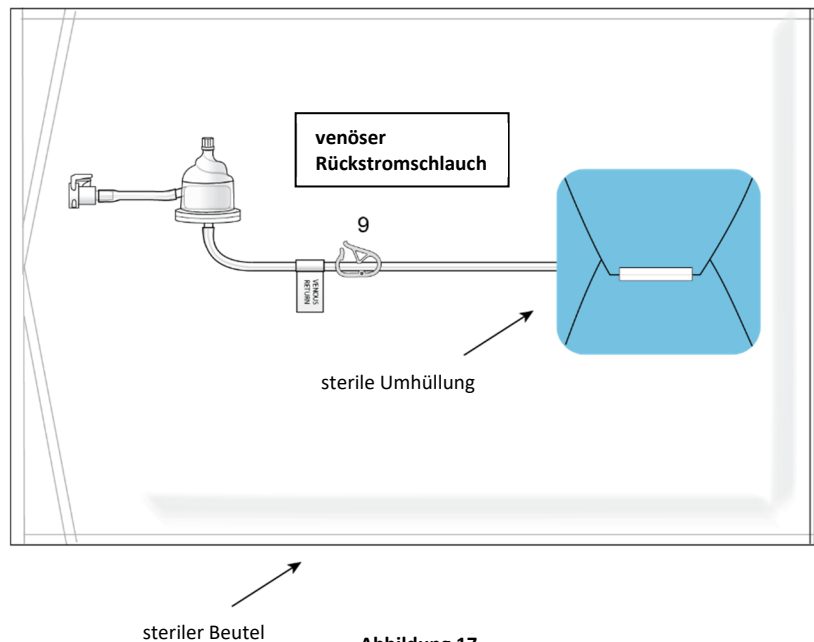

Abbildung 17
- (b) Öffnen Sie den sterilen venösen Rückstrombeutel, und entnehmen Sie den venösen Rückstromschlauch und die eingebaute Blasenfalle (Abbildung 17).